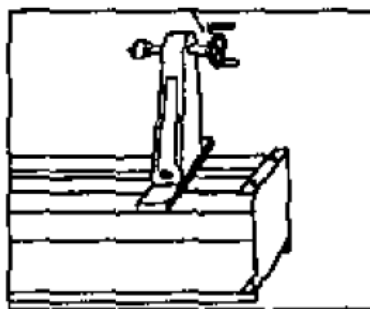

Bild 1
2. Demontera handhjul genom att lossa ställskruven från spindelns med 1/8" insexnyckel (Bild 1).